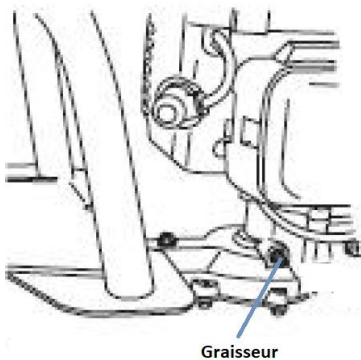

Fig. 11
- En utilisant une pompe à graisse, introduisez de la graisse lubrifiante dans le réducteur jusqu'à ce que la graisse sorte de la base de la lame. (Fig. 11)